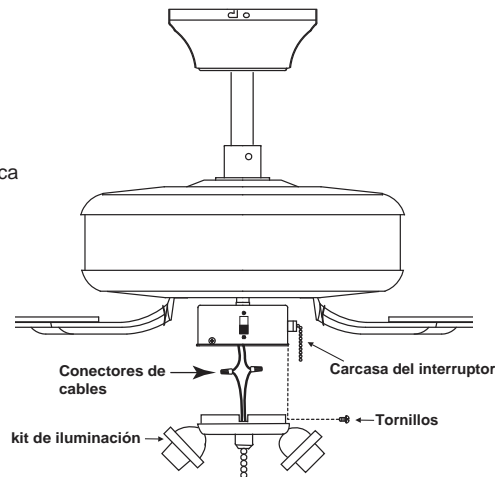

Figura 19
Paso 3. Fije el kit de iluminación en la carcasa del interruptor usando los tres (3) tornillos extraídos en el paso 1. (Figura 19)